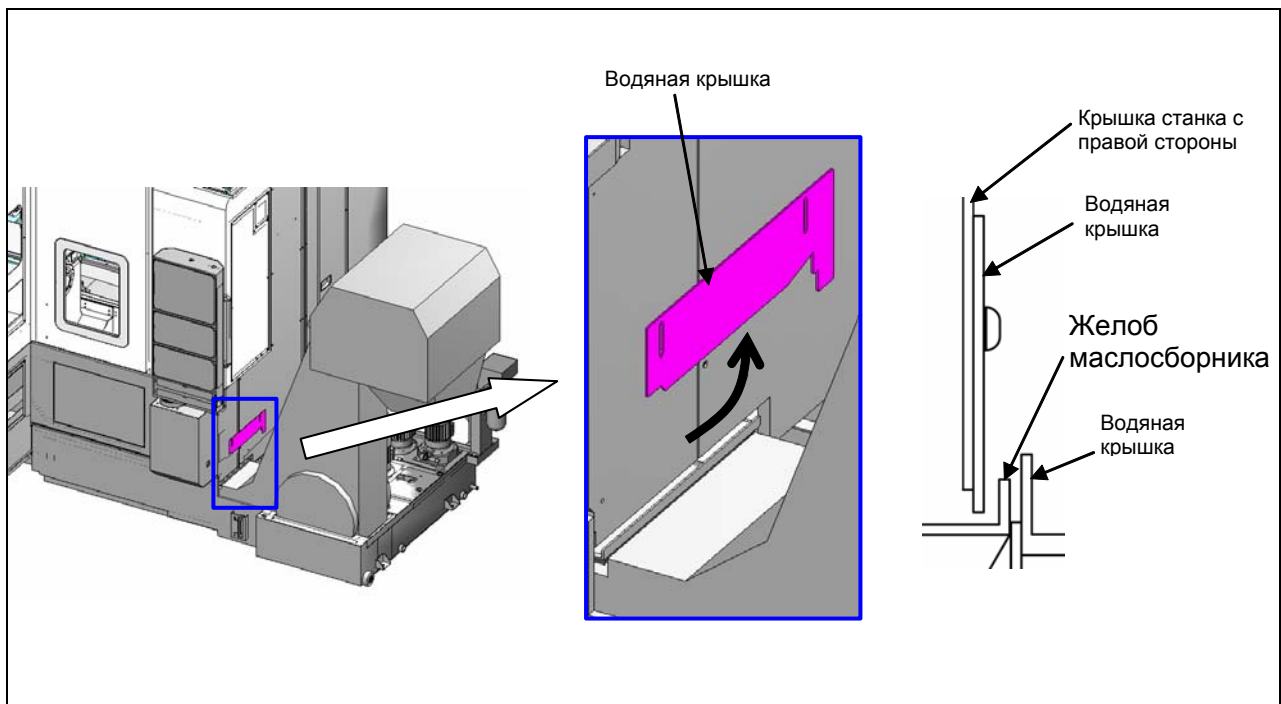

Рис. 4-43
- (2) При помощи ветоши устранить СОЖ, скопившуюся в поддоне бачка для СОЖ.
- (3) Выдвинуть бачок для СОЖ из станка. Перед выемкой бачка для СОЖ снять водяную крышку с правой стороны станка. (рис. 4-43)
- (4) Извлечь фильтр и поддон для сбора стружки из бачка для СОЖ.
- (5) После удаления оставшейся СОЖ убрать ветошью стружку с внутренней поверхности бачка для СОЖ.
- (6) Очистить внутреннюю поверхность бачка для СОЖ, особое внимание следует уделять на затруднительные участки.
- (7) Установить бачок для СОЖ в станок на прежнее место. Отрегулировать положение бачка для СОЖ таким образом, чтобы можно было вставить водяную крышку в желоб маслосборника. После регулировки положения вставить водяную крышку и закрепить ее болтами. (рис. 4-43)